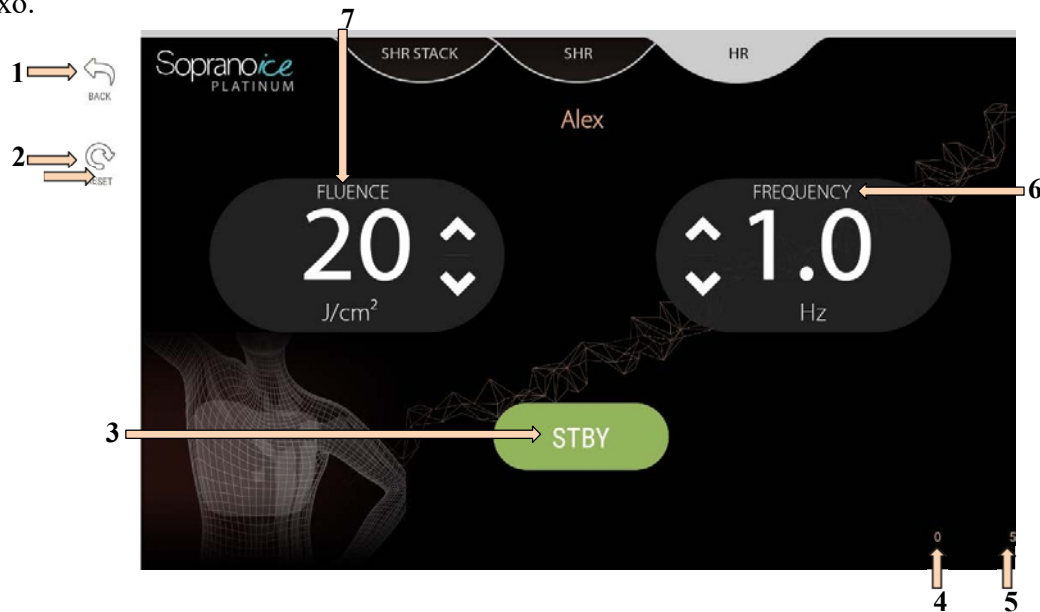

Figura C-4: Tela de Tratamento de RH
O sistema é operado no modo **HR** tocando nas teclas no painel de controle da tela sensível ao toque para selecionar e ajustar os parâmetros do tratamento. A Figura C-4 apresenta os elementos e teclas do modo **HR**. As setas numeradas correspondem às descrições numeradas abaixo.
2. Selecione a aba **HR**; a tela apropriada com os parâmetros predefinidos será exibida (consulte a Figura C-4).